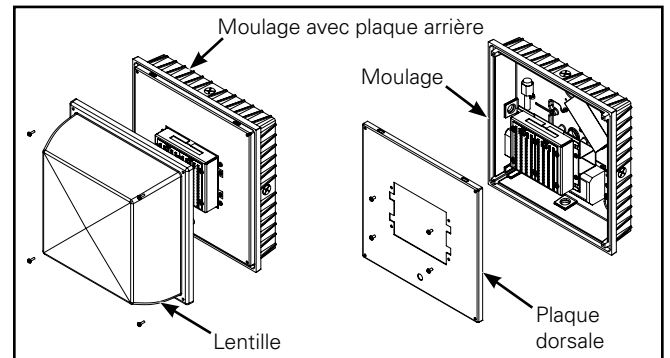

Figure 6.
- Retirez la plaque arrière à l'aide d'un tournevis Philips (Figure 6).